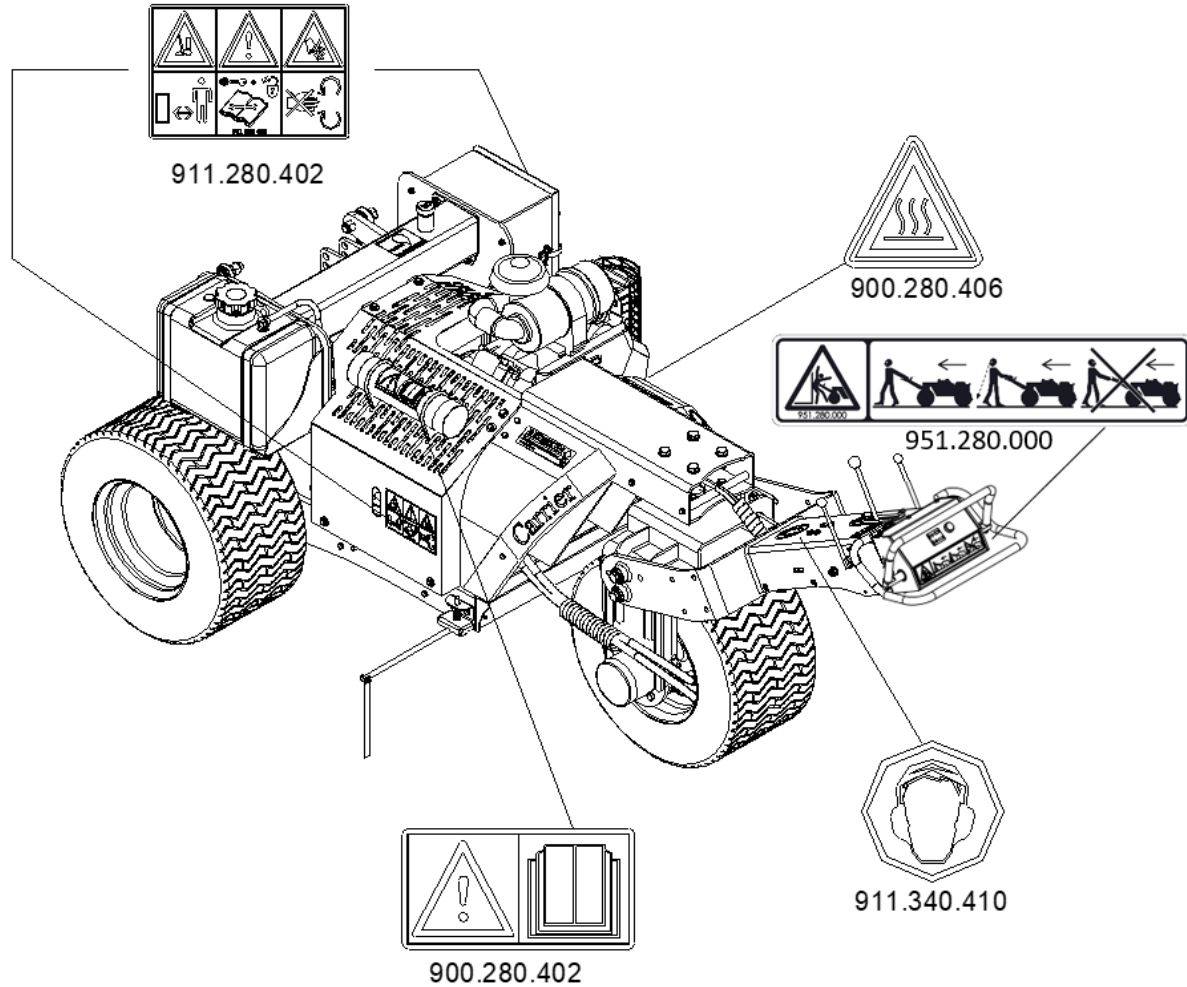

Fig. 7
8. Localização dos autocolantes de segurança. (Fig. 7)